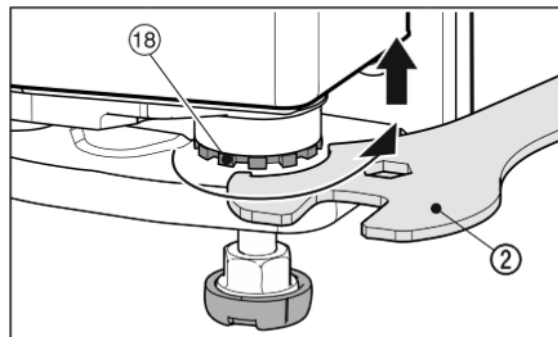

Fig. 18
- ▶ Zum Anheben der Tür den Lagerbolzen Fig. 18 (18) mit dem beiliegenden Gabelschlüssel Fig. 18 (2) rechts herum herausdrehen. Im Auslieferungszustand ist der Lagerbolzen ganz eingedreht.